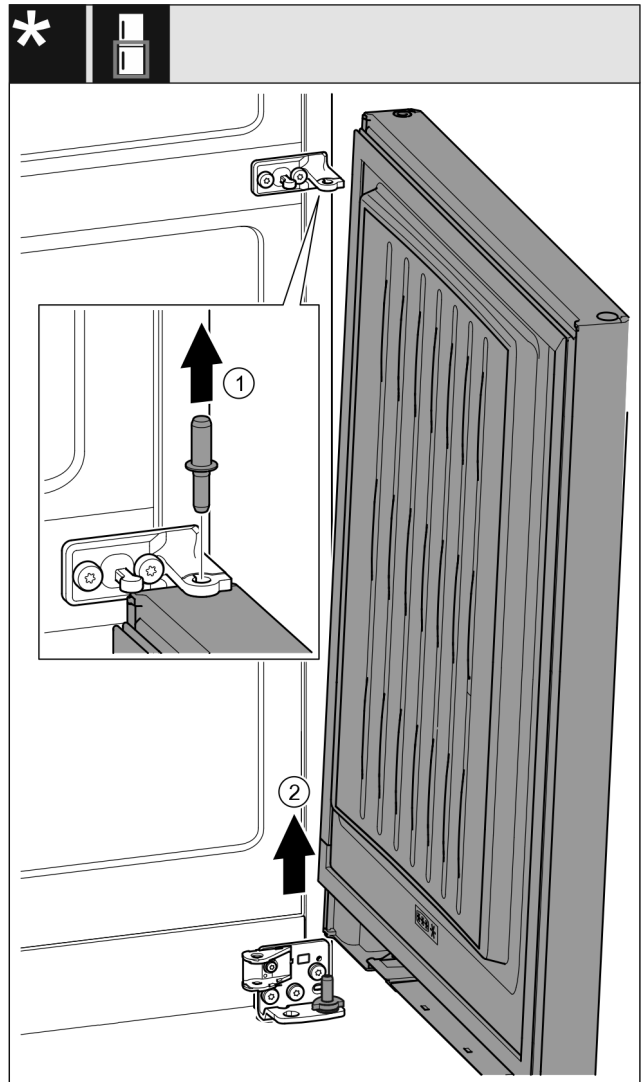

Fig. 22 *
- ▶ Retirer l'axe Fig. 22 (1) par le haut.*
- ▶ Faire pivoter la porte Fig. 22 (2) vers l'extérieur, la retirer par le haut et la mettre de côté.*